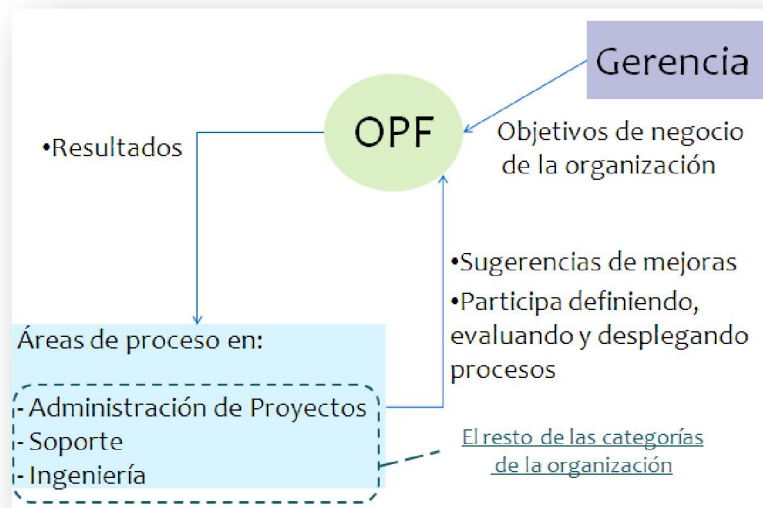

Figura 4 - Relación entre OPF y el resto de la organización
OPF mantiene vínculos con la gerencia y el resto de las áreas de proceso. La relación con la gerencia pretende establecer los objetivos de negocio de la organización. Estos objetivos serán importantes a la hora de priorizar las mejoras candidatas. Por otro lado, todas las áreas se comunican con OPF para poder plantear mejoras candidatas a los procesos y asistir en la realización de las mismas. Son de vital importancia para OPF las áreas de proceso *Integrated Project Management* (IPM) y *Measurement and Analysis* (MA). IPM ayudará a desplegar el nuevo conjunto de procesos estándar entre los proyectos existentes, mientras que MA proveerá las métricas y el análisis de métricas necesario para mejorar los procesos (Ahern, Clouse, & Turner, 2008) (Chrissis, Konrad, & Shrum, 2003). Estas relaciones se grafican en la Figura 4.